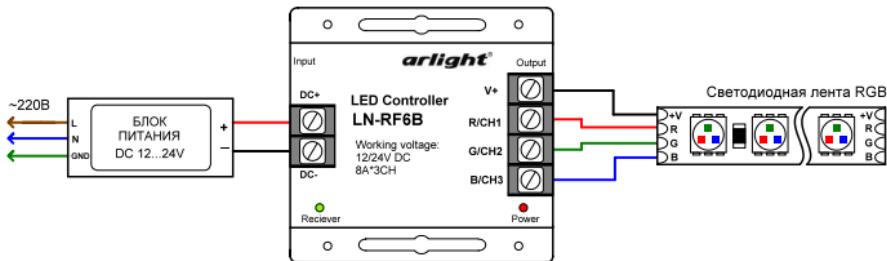

Рис.1. Схема подключения.
- 3.3. Подключите светодиодную ленту или другой светодиодный источник света к выходу OUTPUT контроллера, соблюдая полярность и соответствие цветов RGB (см. Рис.1).